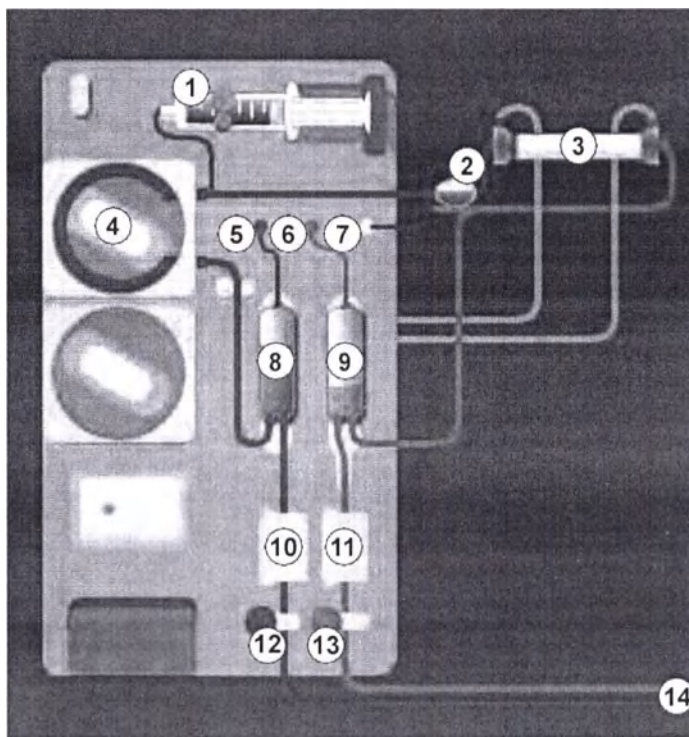

Рис. 9-3 Вставка системы кровопроводящих магистралей - Перекрестная процедура с одной иглой
1. Зафиксируйте диализатор (Рис. 9-3, ③) в держателе (см. раздел 5.6 Подключение диализатора (98)).
- 6 Датчик венозного давления (PV)